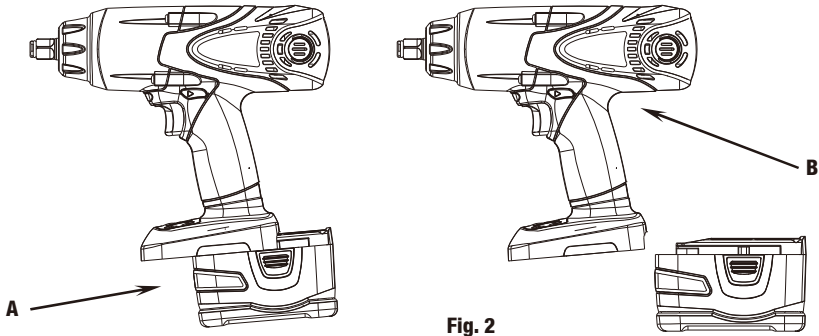

Fig. 2
PARA RETIRAR LA BATERIA: Pulse el botón para liberar y retirar la batería (A) de la herramienta (B) (ver Fig. 2).
PARA COLOCAR LA BATERIA: Inserte la batería (A) en la herramienta hasta que haga clic (ver Fig. 2).